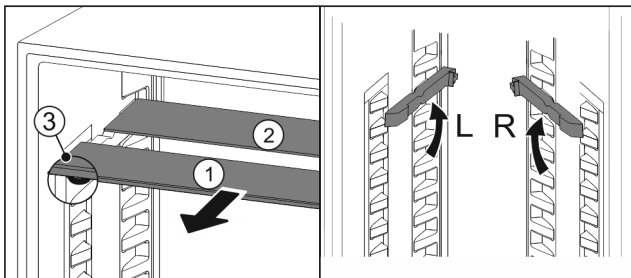

Fig. 127
- ▶ Tõmmake Fig. 127 (1) klaasplaadid üksikult ettepoole välja.
- ▷ Iluliist klaasplaat Fig. 127 (1) asub ees.
- ▷ Pidurid Fig. 127 (3) on suunatud allapoole.